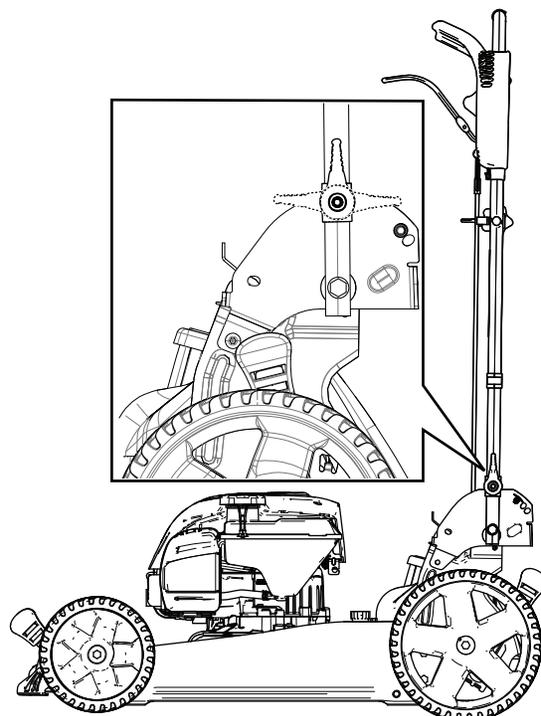

Рисунок 20
3. Сложите рукоятку вперед, установив ее в вертикальное положение или в положение до упора вперед, как показано на Рисунок 20.